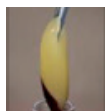
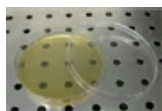

Fig.10
Fig.11
b) La gelificazione avverrà in circa 5-7 minuti (In funzione della temperatura). Il coagulo prenderà la forma del contenitore nel caso della provetta un cilindro **(Fig.10)**, se si volesse ottenere una membrana basterà versare il contenuto della provetta in una capsula tipo Petri (Sterile). **(Fig.11)**